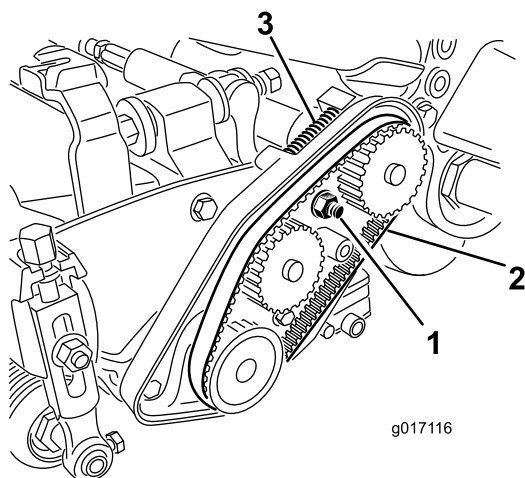

Figura 20
- Afloje la tuerca del alojamiento del cojinete (Figura 20).
- Retire la correa (Figura 20).
- Asegúrese de que el muelle de compresión aplica tensión a la correa (Figura 20).